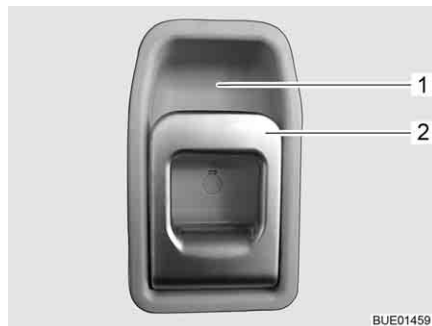

Bild 40 Dörrlås ingångsdörr, insida
- Drag i handtaget (Bild 40,2). Dörrlåset låses upp.
- Tryck handtagets (Bild 40,2) övre del i riktning mot greppkåpan (Bild 40,1).